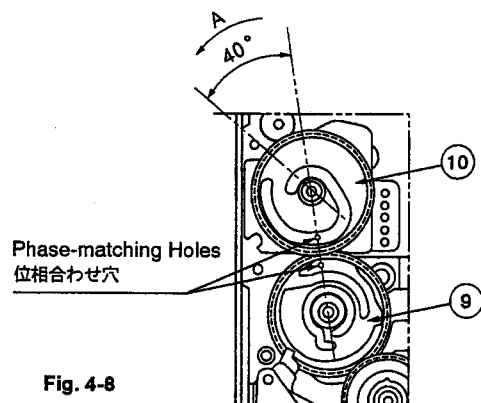

Fig. 4-8
- 1). Remove the three ①-i washers, then detach ⑤⑤, ⑤⑥, ⑩, ⑨, and ⑪, in this order.
Notes : • See that the phases of ⑩ and ⑨ when reinstalling are matched with each other, as shown in Fig. 4-8.
- After the phases are matched, move ⑩ in the direction of arrow A by an angle of about 40 degrees.
6. ⑤⑨ Sensor Block
- 1). ①-i ワッシャ 3 枚を外し、⑤⑤, ⑤⑥, ⑩, ⑨, ⑪ の順に外す。
注意)・ 組立時の ⑩ と ⑨ との位相は、Fig. 4-8 を参照。
- 位相合わせ後は ⑩ を矢印 A 方向に約 40° 動かしておくこと。